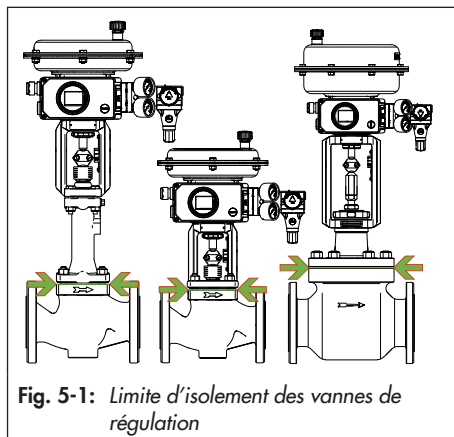

Fig. 5-1: Limite d'isolation des vannes de régulation
- Isoler les vannes de régulation uniquement jusqu'à la bride du couvercle du corps de soupape, voir Fig. 5-1. Cela s'applique également aux versions avec soufflet d'isolation à des températures moyennes inférieures à 0 °C ou supérieures à 220 °C. Si la pièce d'isolation est incluse dans l'isolation, elle perd alors sa fonction !